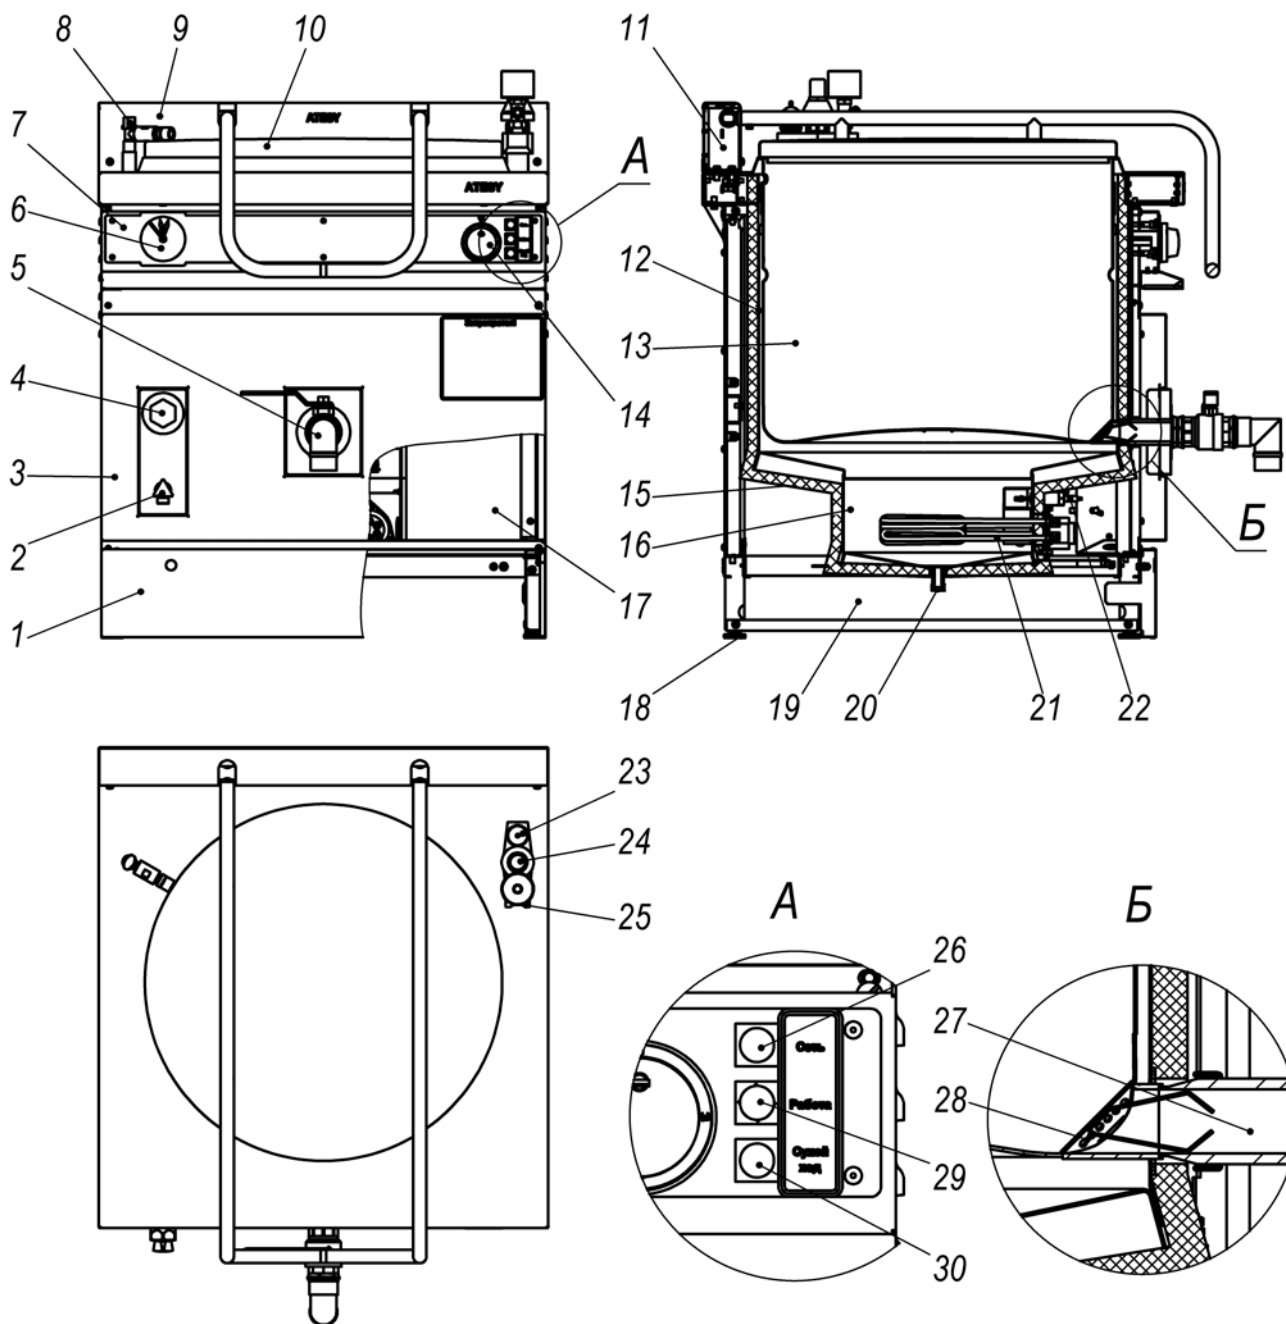

Рисунок 1
1.3.2.1 Изделие, см. рисунок 1, представляет собой варочный сосуд 13, заключенный в обечайку 12, и установленный на корпусе 19. Обечайка 12 снаружи закрыта теплоизоляцией 15. Снизу к обечайке 12 приварен парогенератор 16, внутри которого расположены ТЭНы (трубчатые электронагреватели) 21. Уровень воды, заливаемой в парогенератор 16 краном залива воды в парогенератор 4, контролируется краном уровня 2. Защита ТЭНов от сухого хода обеспечивается датчиками уровня 22. Дополнительную защиту ТЭНов от перегрева выполняет термограничитель, настроенный на температуру плюс 130°C и установленный в блоке управления 17. Термочувствительный баллон термограничителя, закреплен возле ТЭНов. В нижней части парогенератора 16 находится пробка 20 для слива воды из него. Вода в варочный сосуд 13 подается через наливной кран 8. Слив содержимого из варочного сосуда 13 производится через сливной кран 5. Отверстие сливного крана 5, расположенное внутри варочного сосуда 13, закрывается съемным фильтром 28. Варочный сосуд 13 закрывается крышкой 10. Уравновешивающее устройство 11 поддерживает ее в открытом положении в диапазоне от 5° до 90°. Уравновешивающее устройство 11 закрыто бортом 9. Замкнутое пространство между варочным сосудом 13 и обечайкой 12 с парогенератором 16 служит пароводяной рубашкой. Давление в пароводяной рубашке поддерживается при помощи электроконтактного мановакуумметра 6. Для сброса давления выше 50 кПа (0,5 кгс/см²) служит предохранительный клапан 24. Для предотвращения разрежения в пароводяной рубашке установлен вакуумный клапан 23, который срабатывает при возникновении разрежения более 2 кПа (0,02 кгс/см²). Для выпуска воздуха из пароводяной рубашки предусмотрен паровоздушный кран 25. На корпусе 19 установлены облицовка 3 и панель управления 7. На панели управления установлены переключатель 14, электроконтактный мановакуумметр 6, лампа «Сеть» 26, лампа «Работа» 29 и лампа «Сухой ход» 30. Режим работы котла задается вручную переключателем 14. Внизу котла устанавливается плинтус 1 (декоративная легкоъемная панель), который препятствует попаданию посторонних предметов под корпус 19 котла.